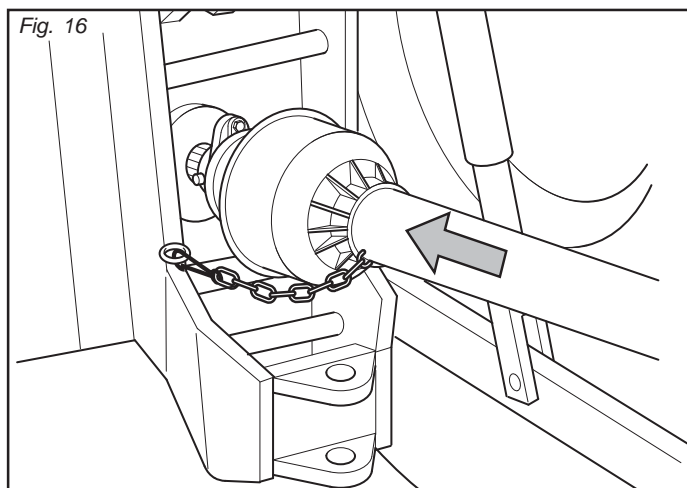

Fig. 16
- 4) Engagez l'arbre à cardans dans la prise de force et contrôlez qu'il est bloqué parfaitement. Vérifiez que la protection tourne librement et fixez-la par la chaînette (Fig. 16).